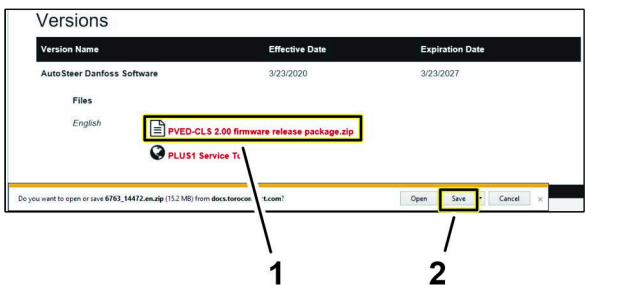

Bild 17
5. Klicken Sie auf der Seite Dokumentinformationen auf den Hyperlink PVED-CLS 2.00 firmware release package.zip (Bild 17).
6. Klicken Sie auf Sie die Speichern-Taste (Bild 17).